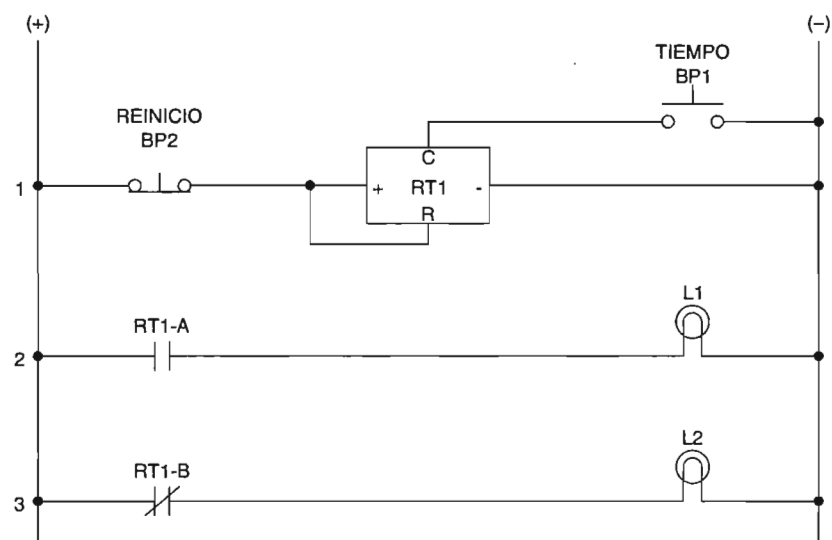

Figura 3-20. Evaluación de la operación de un Relé temporizado.
- ☐ 1. Conecte el circuito mostrado en la figura 3-20. Utilice el equipo didáctico del relé temporizado / contador como cronometrador RT1.